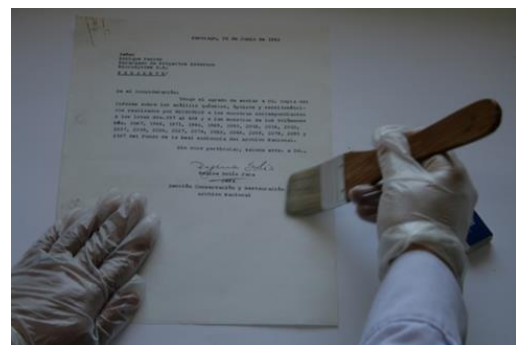

Figura 4: Limpieza de documentos.
- Limpieza de los documentos. (Figura 4).
- La limpieza se realizará de la siguiente forma: Con el documento apoyado sobre el plano, utilizar una brocha para barrer suavemente la suciedad y hacia el exterior, sujetando el papel con la otra mano (Figura 4).